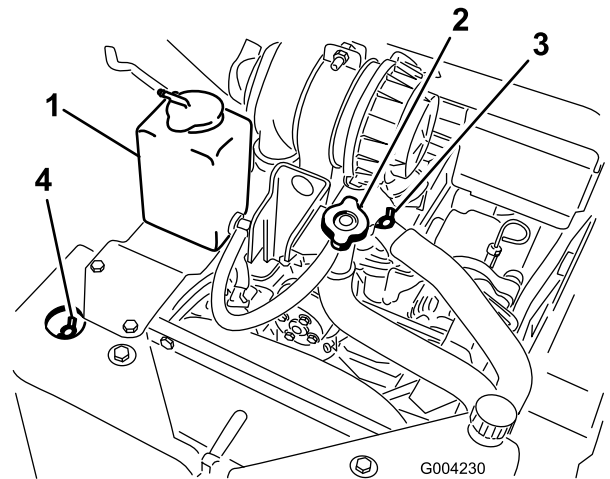

Рисунок 51
- A. Снимите крышку заливного отверстия охлаждающей жидкости (Рисунок 51).
- B. Откройте передний и верхний воздуховыпускные клапаны системы охлаждения (Рисунок 51).
тех пор, пока охлаждающая жидкость не начнет выходить из переднего воздуховыпускного клапана системы охлаждения (Рисунок 51).
- D. Закройте передний воздуховыпускной клапан системы охлаждения (Рисунок 51).
- E. Заливайте охлаждающую жидкость в горловину заливного отверстия до тех пор, пока охлаждающая жидкость не начнет выходить из верхнего воздуховыпускного клапана системы охлаждения (Рисунок 51).
- F. Закройте верхний воздуховыпускной клапан системы охлаждения (Рисунок 51).
- G. Заливайте охлаждающую жидкость в горловину заливного отверстия до тех пор, пока охлаждающая жидкость не покажется в отверстии горловины (Рисунок 51).
- H. Установите на место крышку заливного отверстия охлаждающей жидкости (Рисунок 51).